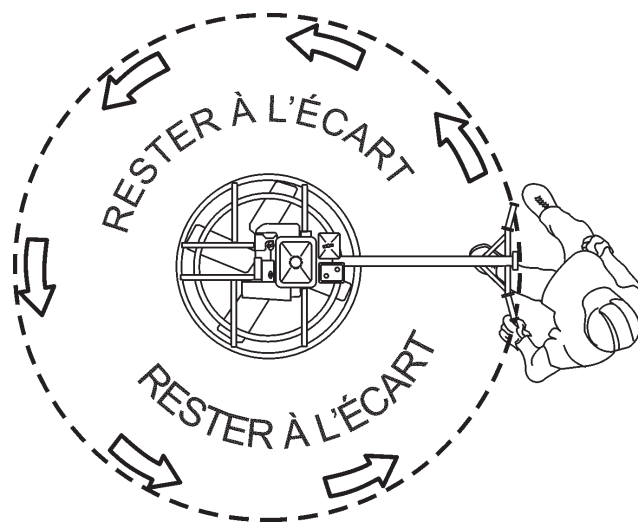

Figure 26. Contrôle du commutateur d'arrêt d'urgence centrifuge
- DÉGAGER LA ZONE AUTOUR DE LA MACHINE.** Ramenez le levier du commutateur d'arrêt d'urgence sur position **ON** (Marche), redémarrez le moteur et laissez-le tourner au ralenti. Tenez-vous derrière la poignée et tournez-la vers la droite, en simulant une d'emballement (Figure 26). La force centrifuge doit propulser le commutateur d'arrêt d'urgence vers l'extérieur sur position OFF (Arrêt), ce qui arrête le moteur.
4. N'oubliez pas que si vous lâchez la machine, écartez-vous et laissez-la s'arrêter complètement d'elle-même avant d'essayer de la récupérer. Pour voir la zone qui doit rester dégagée autour de la machine, consultez la figure 26.